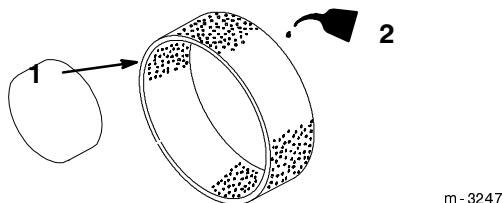

Abbildung 24
3. Etwas Öl auf den Einsatz geben (Abb. 24) und den Einsatz drücken, um das Öl zu verteilen.